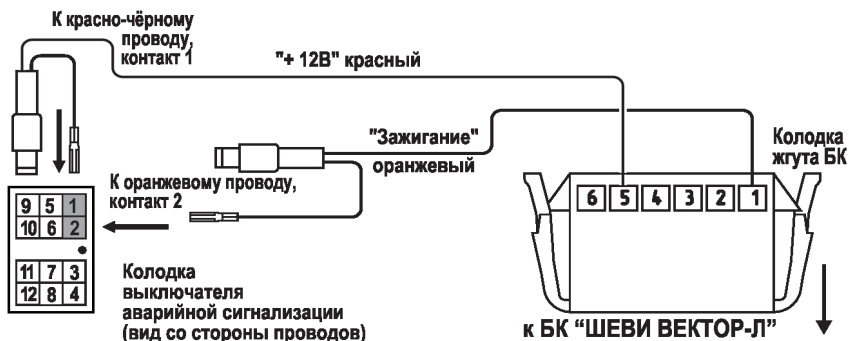

Рис. 9 Схема подключения жгута №2 для а/м с БКЛ АБС и ПБ без индикации непристегнутого ремня
**9.2 Подключение жгута №2 (см. Рис.9).**
вынутый контакт соедините с одиночным разъемом на красном проводе в жгуте №2. Свободный контакт красного провода вставьте в 6-ти контактную колодку (см. Рис.9).